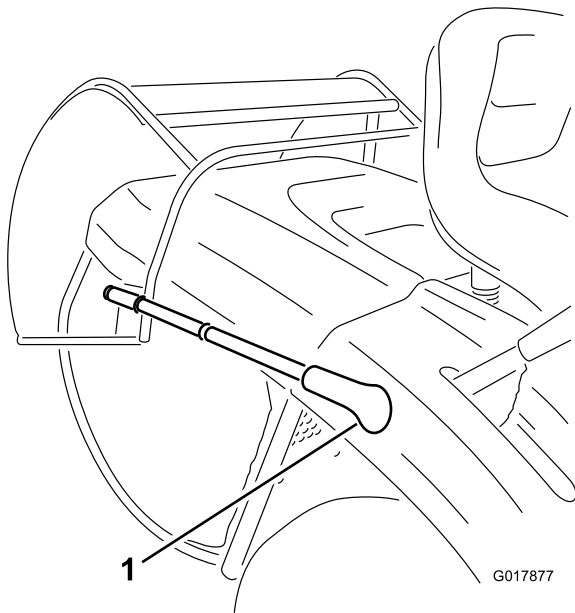

Bild 18
3. Ziehen Sie den Kipparm des Heckfangsystems nach vorne und kippen Sie das Heckfangsystem (Bild 18), bis der Sperrriegel einrastet und das Heckfangsystem in der offenen Stellung arretiert (Bild 19).